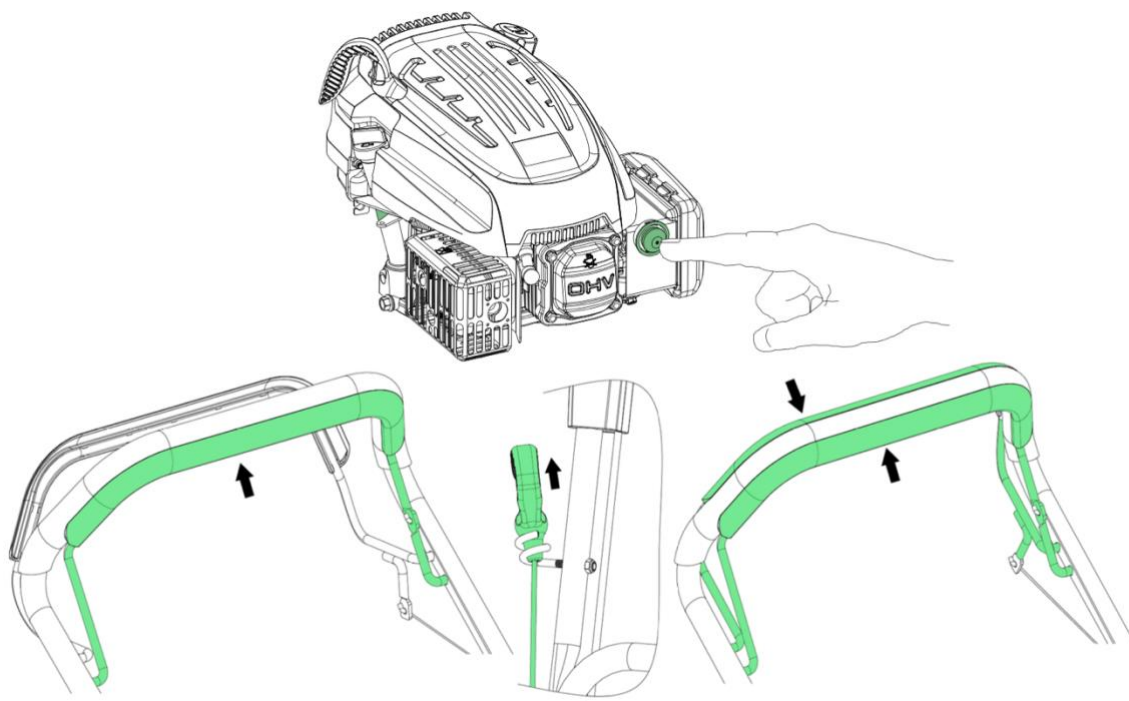

Рис.18.
1. В холодном состоянии двигателя, необходимо перевести воздушную заслонку в закрытое положение, нажать на кнопку праймера несколько раз, а затем потянуть за ручку стартера. Рис.18.